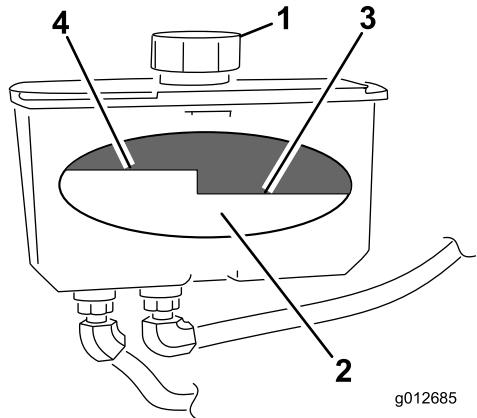

図 74
4. 油圧オイルタンクの注油口と首の周辺をきれいに拭く（図 74）。
5. 給油口からキャップを取り、タンクの中をのぞいてオイルの量を確認する(図 74)。
注 オイルが暖かいときには、バッフルの一番上のレベルまでオイルがあることが必要です(図 74)。